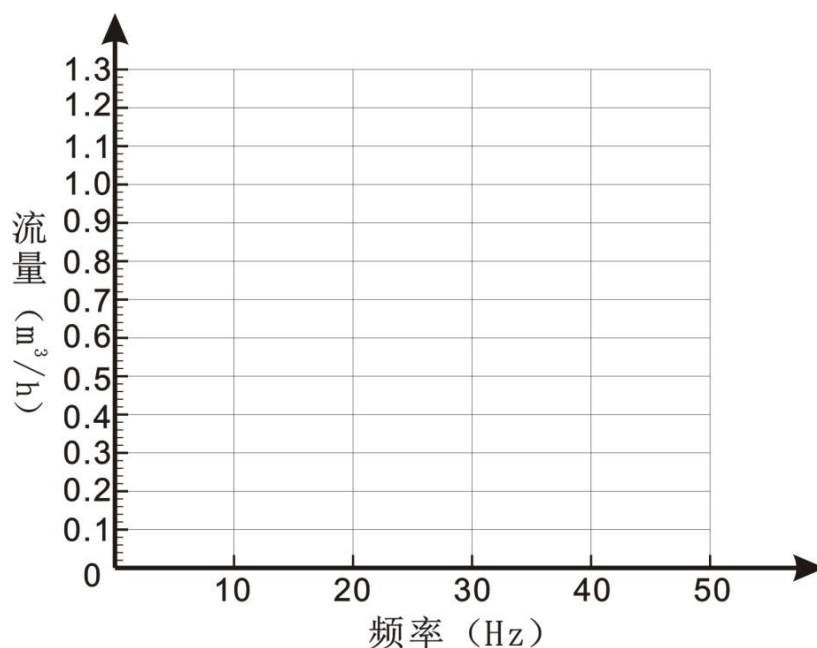

图 5-1 螺杆泵运行频率与流量关系曲线图
(8) 根据测试数据, 在图 5-1 中绘制螺杆泵运行频率与流量关系曲线。